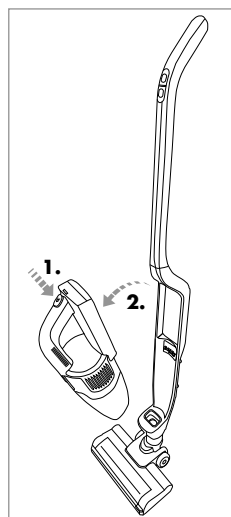

Fig. 4
- 3) Per staccare l'unità portatile 3 dal manico 12, prendere l'unità portatile 3 dall'impugnatura 2 e premere il tasto di sblocco 1. Estrarre l'unità portatile 3 dall'incavo dell'unità portatile 14 tirandola in avanti (fig. 4).